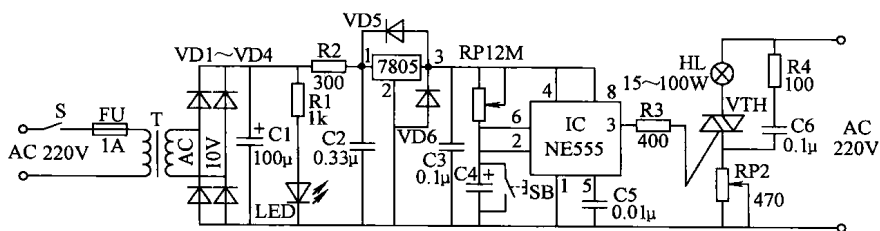

图 5-31 定时调光照明节电电路
电路原理图如图 5-31 所示。其电源由市电 220V 经变压器 T 变压和整流桥 (VD1 ~ VD4) 整流，电容 C1 滤波，W7805 稳压变成直流电向 NE555 集成电路供电。电路中的延时电路有集成电路 NE555、电容 C4 和 C5、按钮 SB 组成。接通电源开关 S，按一下按钮 SB，NE555 即被置位，输出③脚呈高电平，双向晶闸管 VTH 被触发导通，灯泡 HL 就亮。当放开 SB 后，电源通过 RP1 向 C4 充电，当充至高于 $2V_{DD}/3$ 阈值电平时，NE555 复位，⑧脚输出呈低电平，使灯泡 HL 熄灭。微光照明 LED 接通 S 后一直保持工作状态。调整 RP2 (470Ω) 即可进行调光控制。